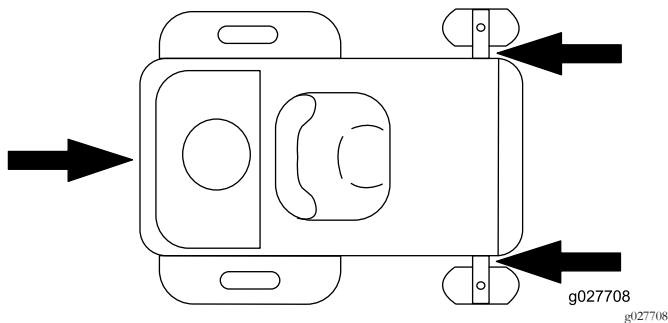

Figura 39
5. Ancorate la macchina vicino alle ruote orientabili anteriori e al paraurti posteriore (Figura 39).